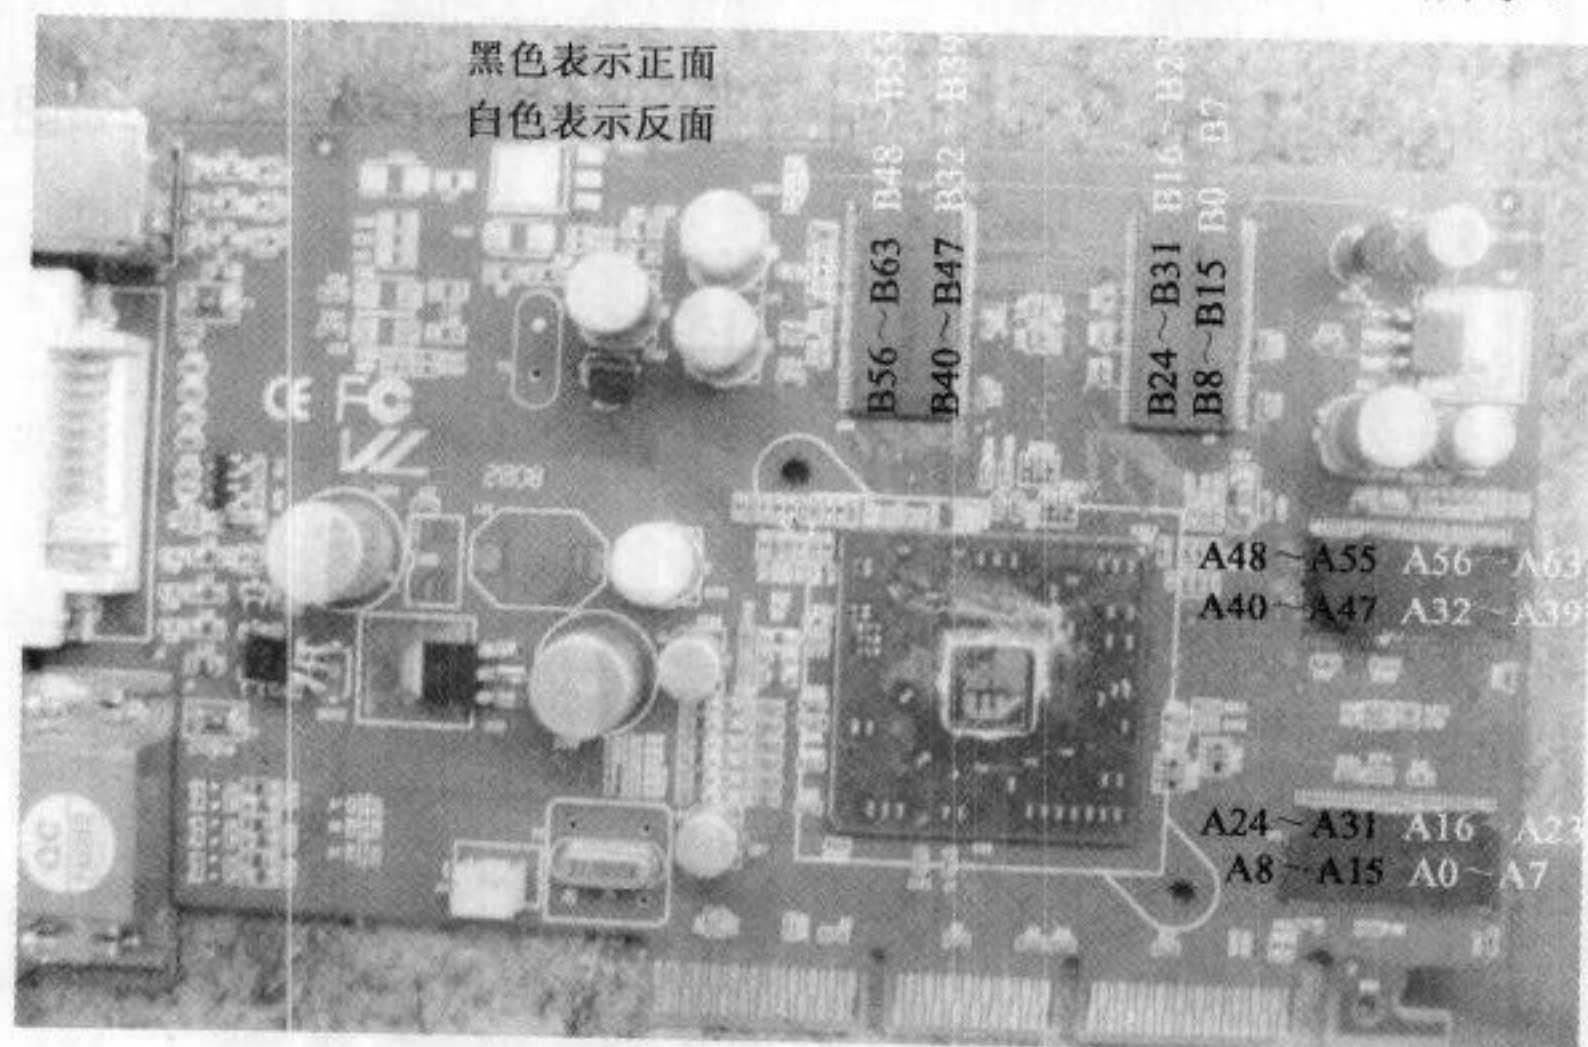

图 5-70 显存分布图
- (3) 使用短接数据线法找出此卡的显存数据位分布图, 如图 5-70 所示。